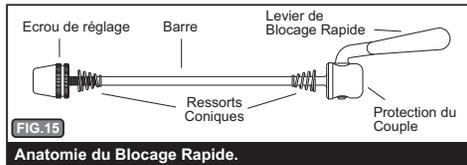
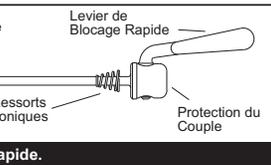

FIG. 15 Anatomie du Blocage Rapide.
FIG. 16 Levier de Blocage Rapide perpendiculaire au côté de face de la patte.
**6. INSTALLATION DE LA ROUE YAK ET IBEX AVEC SYSTEME DE BLOCAGE RAPIDE - FIG. 15:**
Fig. 15 montre l'anatomie du système de blocage rapide. A) Retirez le système de blocage rapide l'écrou de réglage et un ressort. B) Insérez la barre de blocage rapide dans le trou de l'axe. C) Installez le deuxième ressort de telle façon que sa plus petite extrémité pointe vers le moyeu et installez ensuite l'écrou de réglage. D) Faites glisser la roue dans les pattes FIG. 16, et assurez-vous que la roue soit bien centrée entre les calages de la roue.
E) Placez le levier de blocage rapide en position perpendiculaire (à un angle de 90 degrés) par rapport à la remorque, FIG. 16.
H) **REMARQUE:** Vous devrez appliquer une pression considérable afin de fermer le levier lorsque celui-ci est correctement ajusté. Si vous ne sentez pas cette résistance, remettez le levier de blocage rapide dans sa position de réglage FIG. 16, et serrez l'écrou de réglage à la main (il n'est pas nécessaire d'utiliser des outils) d'un ou deux tours de plus dans le sens des aiguilles d'une montre et placez ensuite le levier de blocage rapide dans sa position fermée, FIG. 17. Lorsqu'il est correctement ajusté, il est nécessaire d'appliquer un couple de 80-105 pouces - livres afin de placer le levier en position fermée complète.